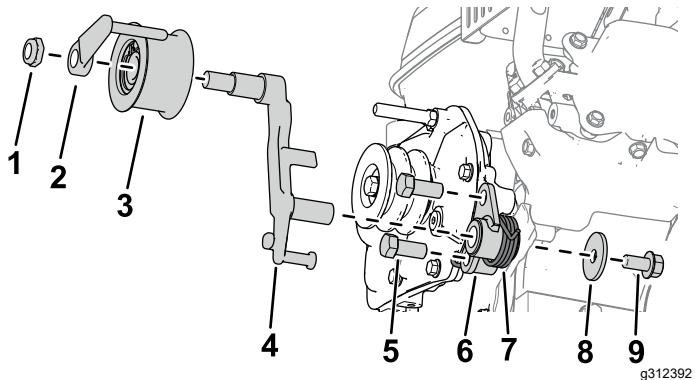

図 3
5. ギアボックスにクラッチブラケットを取り付けるボルト7/16 x 1"2本で図 3のように取り付ける。
6. クラッチブラケットにクラッチレバーを取り付ける図 3。
7. クラッチブラケットにトルクスプリングを取り付けるワッシャ3/8 x 1-3/8"とボルト3/8 x 3/4"で図 3のように取り付ける。
8. クラッチレバーにアイドラプーリアセンブリを取り付けるベルトガイドと六角ナットを使用する図 3。